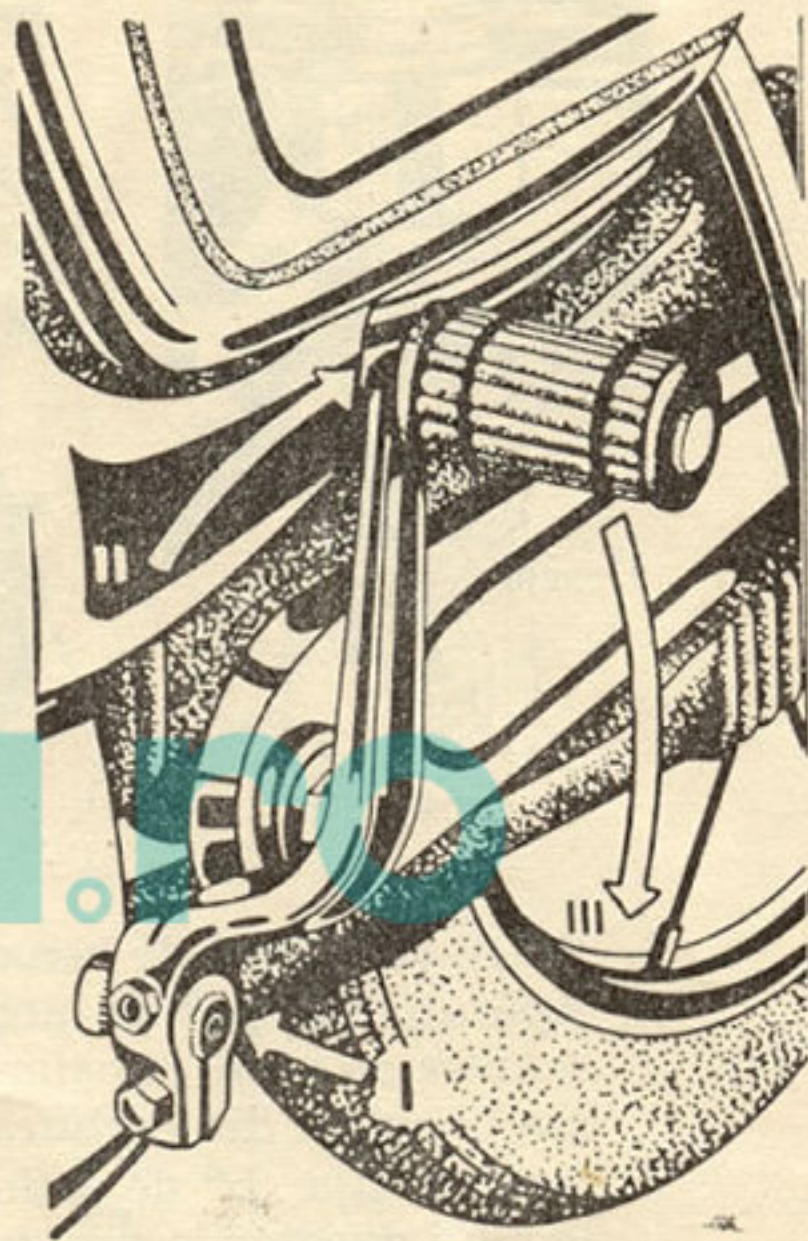

Fig. 7
6. Împingeți spre motor pedala de schimbare a vitezelor și apoi rotiți-o în poziția indicată în fig. 7 ; acum acționați-o energic cu piciorul.